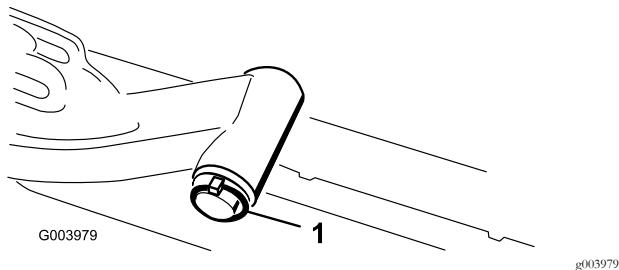

図 8
- A. 昇降アームピボットのシャフトを昇降アームに固定しているリンチピンとワッシャを外し、昇降アームからピボットのシャフトを抜き出す(図 8)。
C. 昇降アームのシャフトを昇降アームに通して、ワッシャとリンチピンで固定する(図 8)。